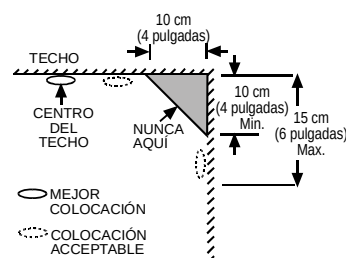

Figura 8. Lugares Aceptables y Mejor Recomendados para Colocar Detectores de Humo
- Instale los detectores de humo tan cerca como sea posible a la parte central del techo. Si no fuera esto práctico, póngalo al menos a 10 centímetros de las paredes y esquinas, como se puede ver en Figura 8.
- Si el montaje en el techo no fuera posible, y el montaje en las paredes es permitido por las leyes locales y estatales, coloque los detectores a una distancia de 10-15 centímetros del techo, y vuelva a ver la Figura 8.